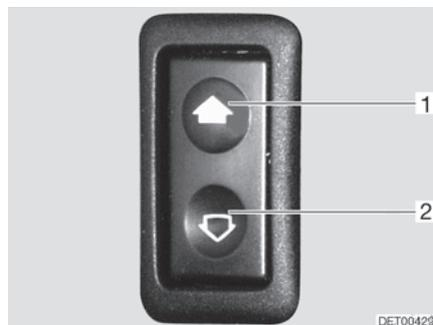

Fig. 27 Interrupteur pour lève-vitre électrique
- Ouvrir* : ■ Pousser l'interrupteur vers le bas (Fig. 27,2).
- Fermer* : ■ Pousser l'interrupteur vers le haut (Fig. 27,1).